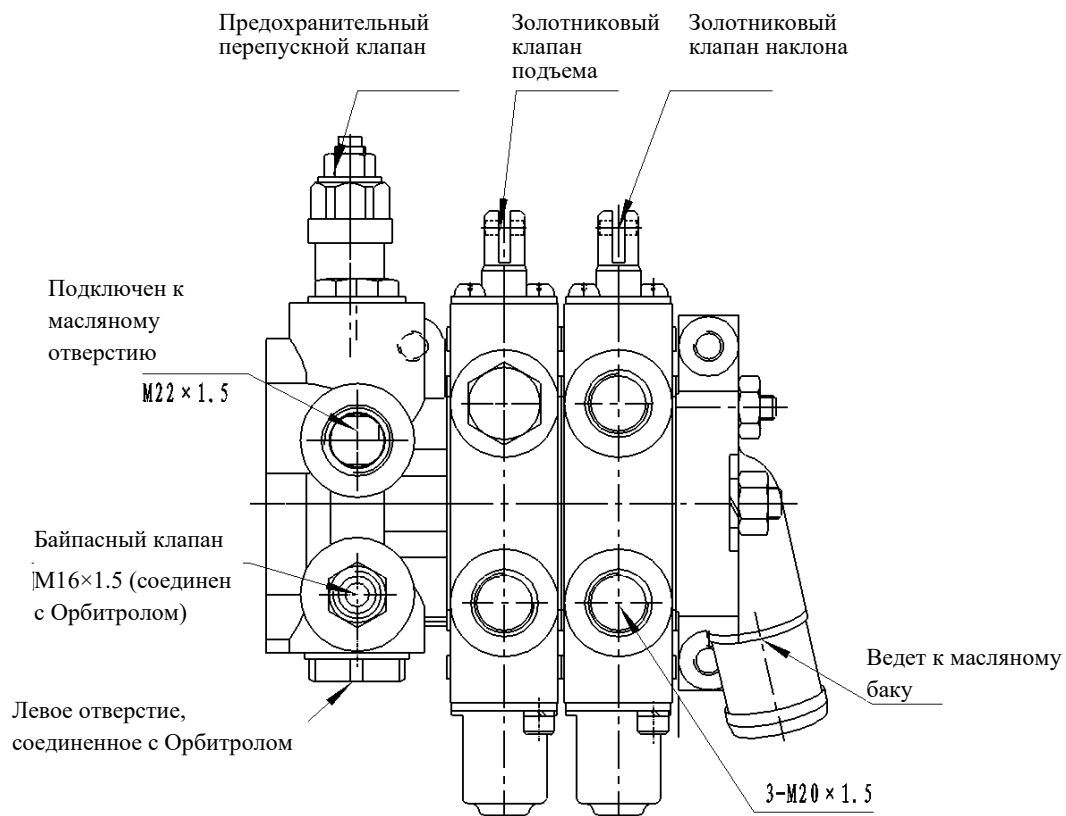

Рис. 7-1 Гидрораспределитель
6.3 Гидрораспределитель и байпасный клапан (рис. 7-1)